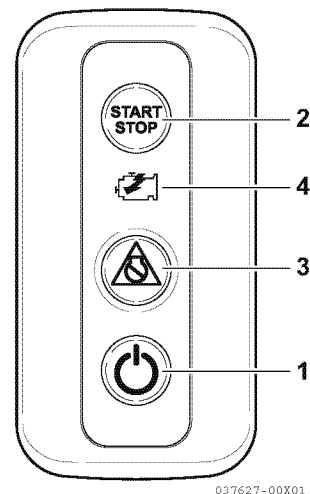

Figura 1
4. Pulse el interruptor de encendido del panel de interruptores del puesto seleccionado (1, **Figura 1**).
9. Pulse el interruptor START/STOP (arranque/parada del motor) (2, **Figura 1**) y accione el motor de arranque.